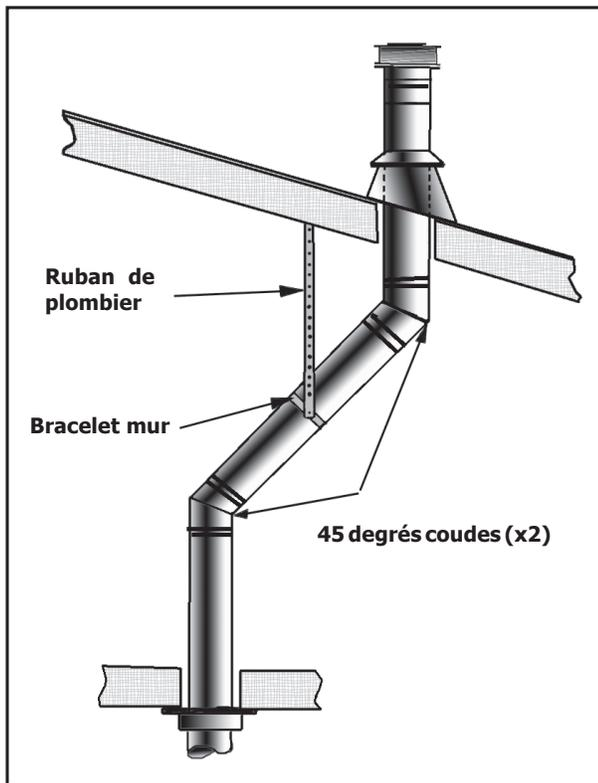
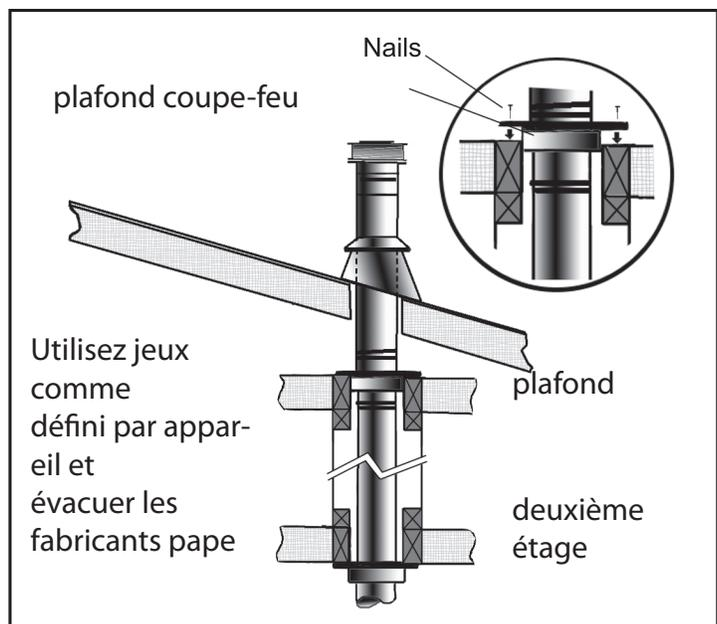

Figure 27: L'utilisation de Ferrures de Fixation Murales
Figure 28: Multi-Story Tuyau de Ventilation Installation
- (1) Si un décalage est nécessaire dans le grenier pour éviter les obstacles, il est important de soutenir le tuyau de ventilation tous les **3 '(914 mm)**, afin d'éviter un stress excessif sur les coudes, et la séparation possible. Sangles muraux sont disponibles à cet effet (voir la figure 27).
- (2) Chaque fois que possible, utilisez coudes à 45 ° degrés au lieu de coudes à 90 ° degrés. Le coude à 45 ° degrés offre moins de restriction à l'écoulement des gaz de combustion et de l'air d'admission.
- (3) For multi story installations; a ceiling firestop is required at the second floor, and Any Subsequent floors (see Figure 28). The opening Should Be framed to **10 "(254 mm) x 10" (254 mm)** inside dimensions, in the Sami Manner as shown in Figure 22.